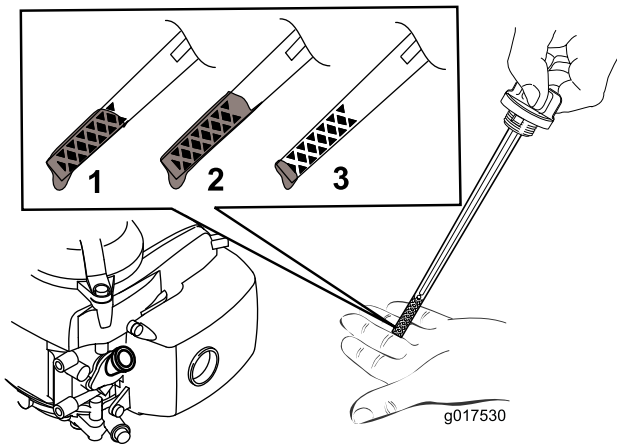

Figura 5
2. Togliete l'asta di livello (Figura 5).
Nota: Riempite la coppa dell'olio motore fino a quando l'asta di livello non indica che il livello dell'olio è corretto, come illustrato nella Figura 5. Se riempiete eccessivamente il motore, estraete l'olio in eccesso come indicato in Cambio dell'olio motore.